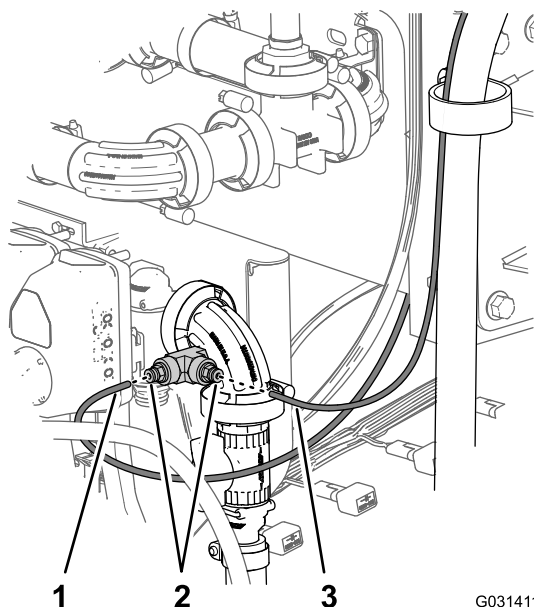

Figura 186
- Inserte el extremo del tubo del sensor de presión para el indicador de presión del salpicadero en el acoplamiento del tubo, hasta que el tubo esté totalmente asentado en el acoplamiento (Figura 186).
5. Inserte el extremo del tubo del sensor de presión para el indicador de presión del carrete de manguera en el acoplamiento del tubo, hasta que el tubo esté totalmente asentado en el acoplamiento (Figura 186).